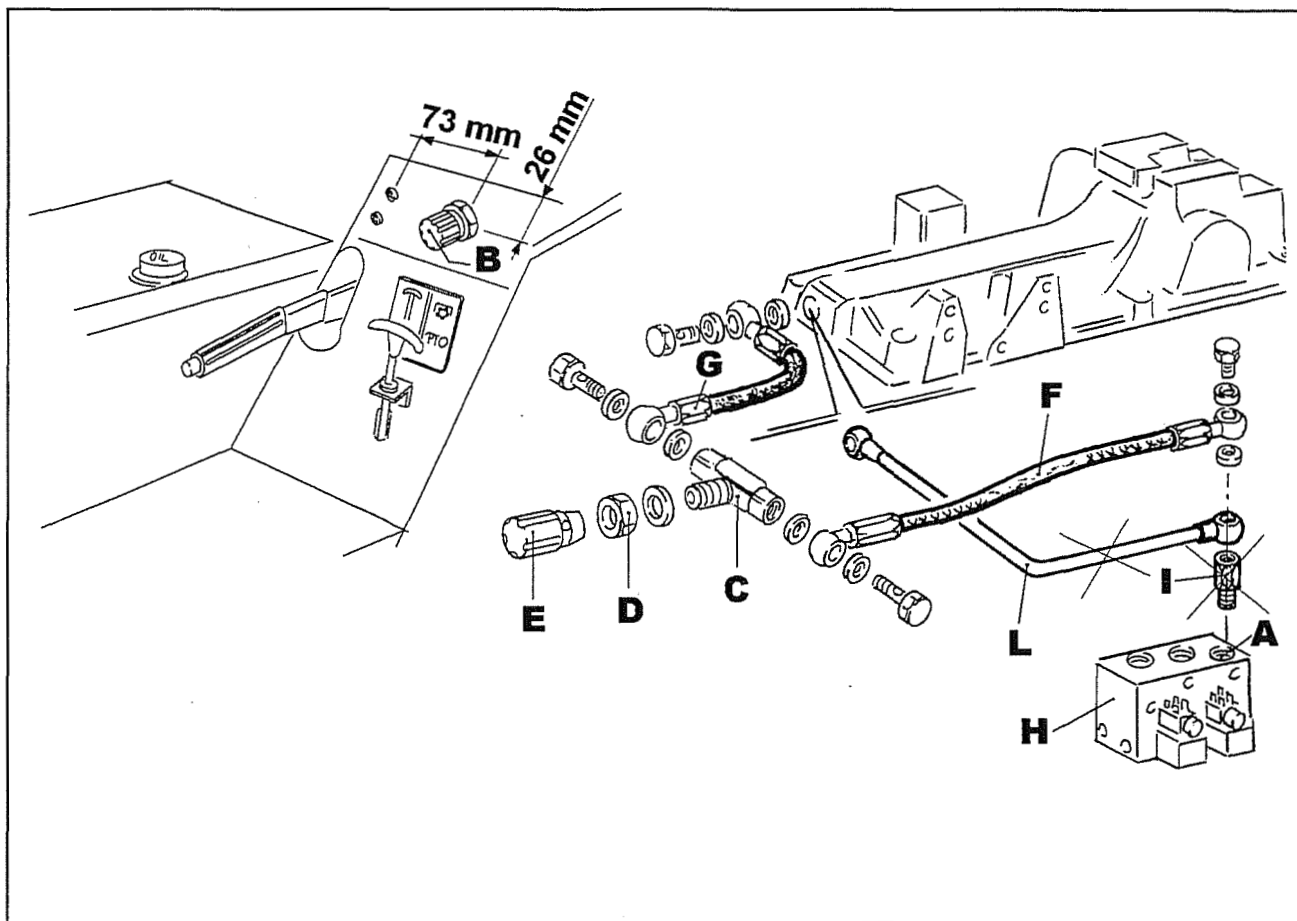

Fig. 34
2. Efectuar um furo de diâmetro 20 mm na chapa de protecção esquerda, na posição indicada no ponto B fig.34.